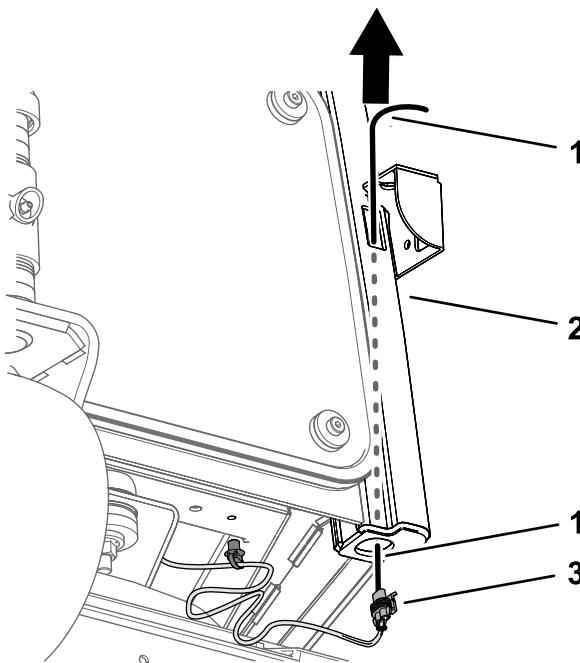

Figura 21
2. Introduzca un trozo de alambre a través del orificio delantero del pilar delantero, sacándolo por la parte inferior (Figura 21).
3. Conecte el cable al conector hembra de 2 vías de la rama del faro del arnés de la plataforma (Figura 21).
4. Tire de la rama del faro del arnés de la plataforma hacia arriba, a través del pilar (Figura 21).